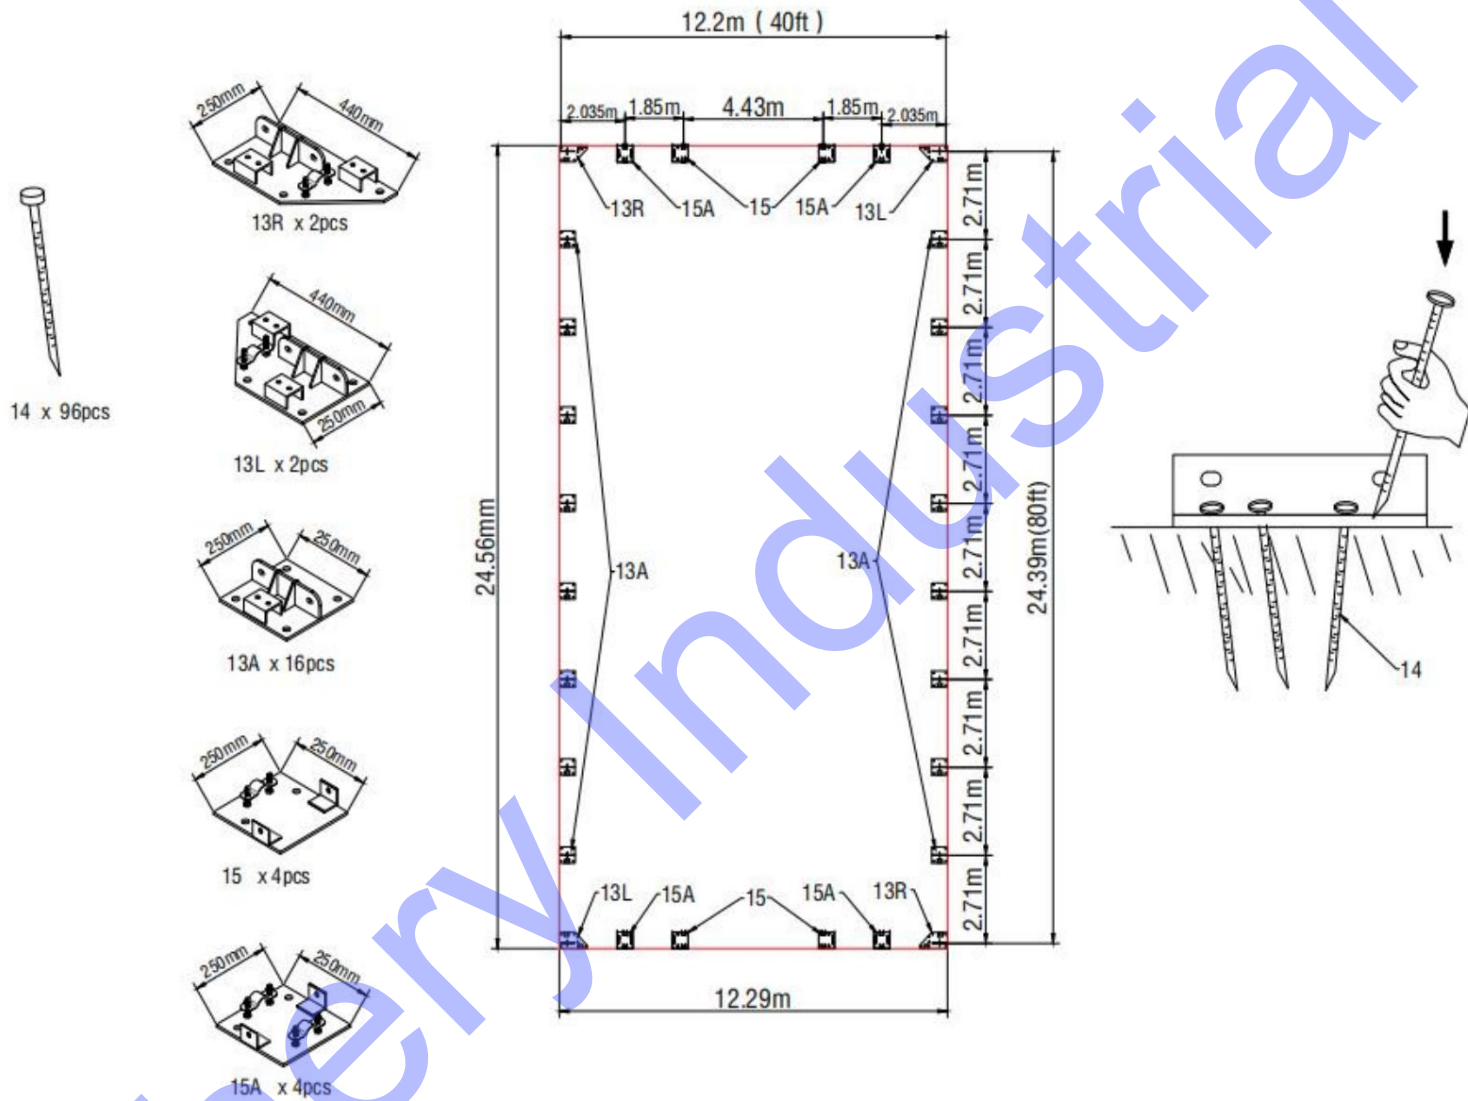

Figure 1
2. Veuillez vous référer au schéma (Figure 1) pour placer les plaques de base.
3. Comme le montre la figure 1, chaque plaque de base est équipée de 4 piquets (n° 14) ou agrandir vis